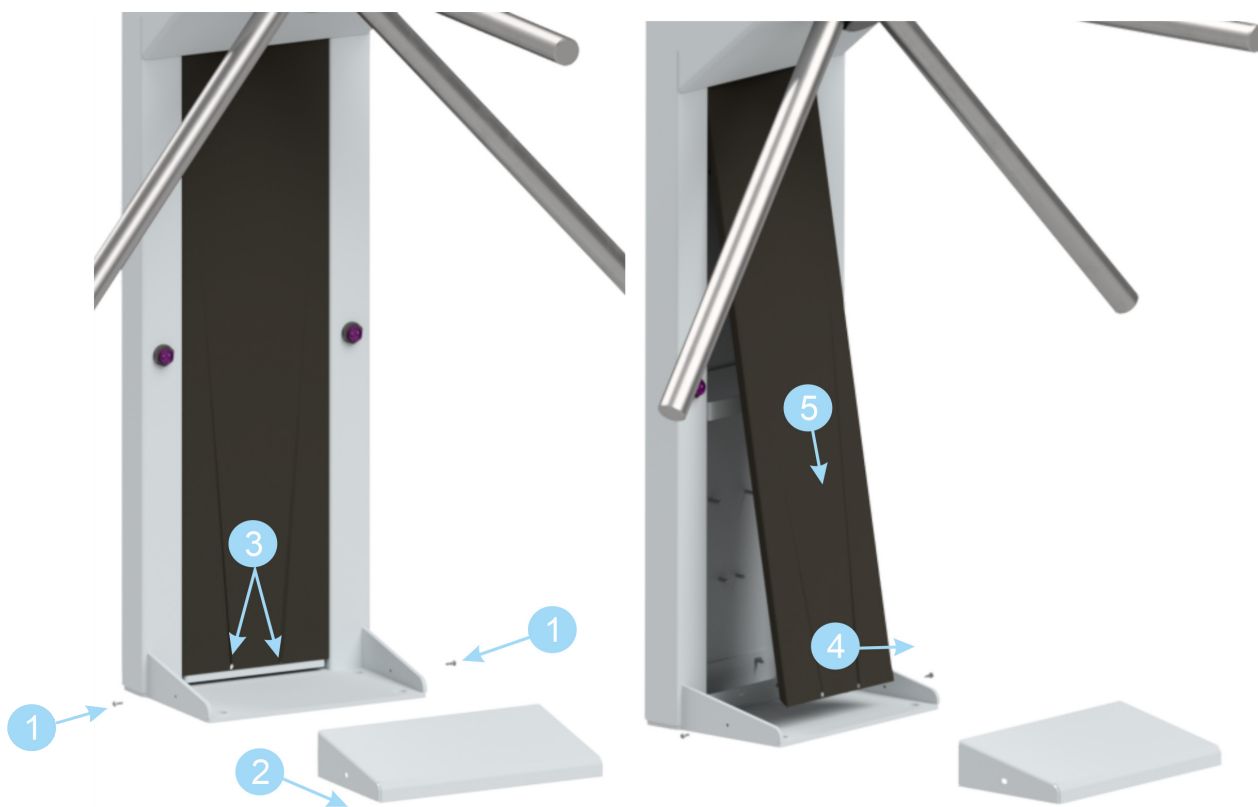

Рисунок 7.4.2 – Разборка кожухов электронной проходной «STR-011».
- 1 Получить доступ к монтажному основанию и контроллеру управления электронной проходной, для этого необходимо выполнить следующие действия (см. рисунок 7.4.2):